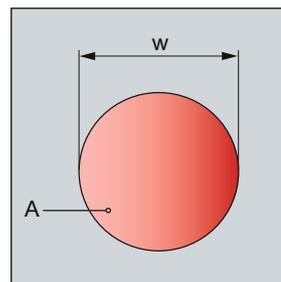

Bild 5
**Leichtbauwand (Bild 5)**
**Bezeichnungen aus Bild 5 und 6:**